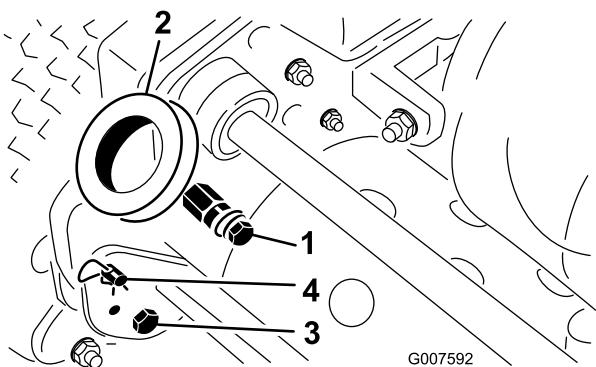

図 2
2. ハンドル・アームの下部を機体両側に固定しているボルトとロックナットを取り外す（図 2）。
3. ハンドル・アームをフレーム後部に固定しているヘアピン・コッターとリング・ピンを取り外す（図 2）。
4. ハンドルの各端をハンドルアームの穴に差し込み、取り付けピンとハンドルの穴を整列させる（図 2）。
1. 機体左右のリング・ピンからヘアピン・コッターを抜き取る（図 2）。
2. ハンドルを支えながら、左右のリング・ピンを抜き、ハンドルを希望の高さにセットする（図 2）。